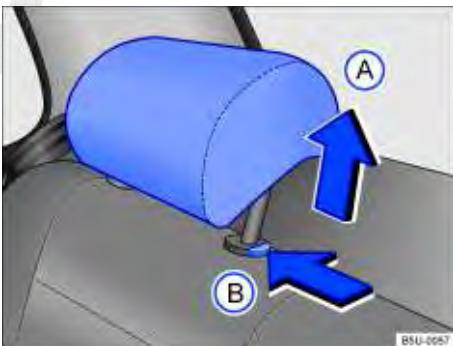

Fig. 40 Ajustar o apoio para cabeça traseiro.
- Empurrar o apoio para cabeça para cima na direção da seta ⇒ Fig. 40(A) ou com a tecla ⇒ Fig. 40(B) pressionada, empurrar para baixo ⇒ ▲.